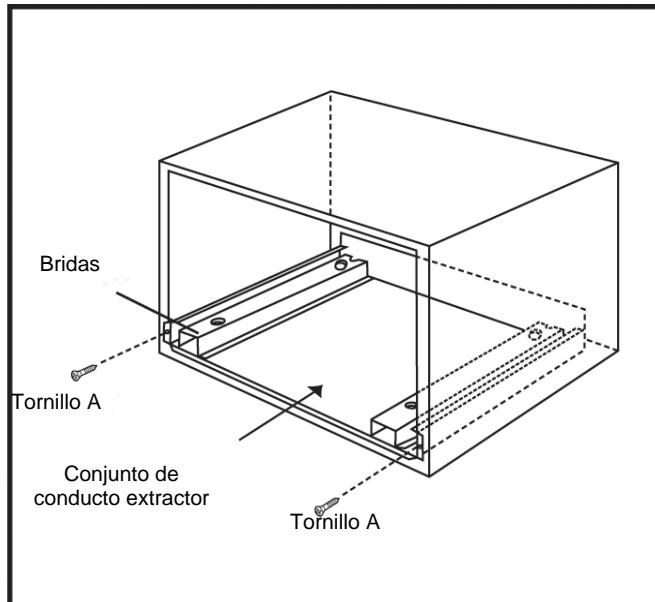

Ilustración 3
1. Coloque el conducto extractor en la abertura. Cuando el conjunto del conducto extractor se ha colocado en la abertura correctamente, las bridás quedarán firmemente contra el borde inferior de la abertura. Véase la ilustración 3.